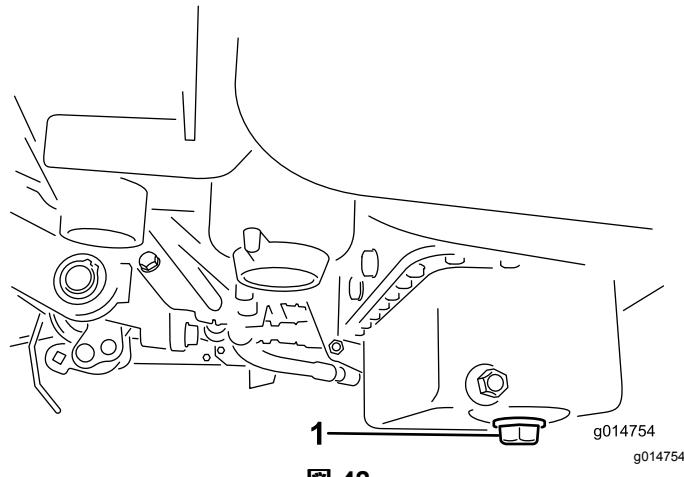

図 42
- ドレンプラグを外してオイルを容器に受ける。オイルが抜けたらドレンプラグを取り付ける図42。